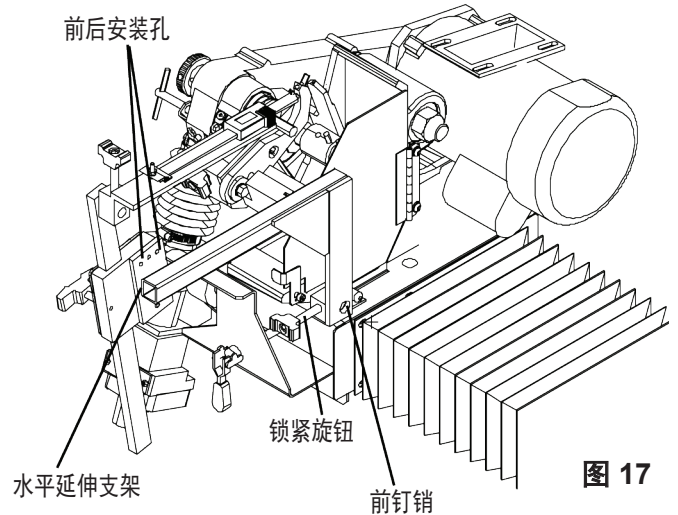

图 17
将水平延伸支架安装到砂轮架前钉销上, 并使用旋钮锁紧到位。参见图 17。
**注意:** 水平延伸支架可垂直调节, 以便在定位数字量规时避开滚刀架组件等。安装到水平焊件上垂直滑板有两个附加安装孔, 以便垂直滑板边可以朝内或朝外, 仍是为了避开滚刀架组件等。参见图 17。